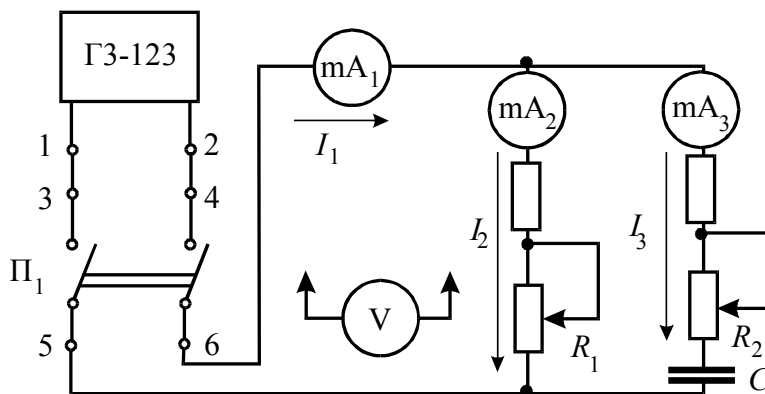

Рисунок 5.6 – Схема опыта для определения параметров конденсатора
Для определения параметров параллельного соединения R_2 и C в цепи с резистором и конденсатором (рисунок 5.6) аналогично измеряют токи на входе цепи и в ветвях. Реактивное емкостное сопротивление и емкость конденсатора
5.4.4 Замените в электрической цепи индуктивную катушку на емкости $C_1, \dots, C_4$, рисунок 5.6. После проверки преподавателем включите питание переключателем Π_1 в цепи.